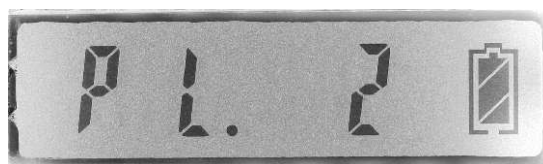

Fig 9
Esta unidad esta equipada con un circuito que ajusta el poder de salida o RF (Radio Frecuencia), tanto como sea posible, con el fin de reducir las interferencias. Cuando el receptor este muy cerca del transmisor, se debe reducir moderadamente la salida, pero cuando el receptor este lejos de el transmisor se debe incrementar el poder. Presionando la tecla CH/ON cuando este en modo de menú (Fig.9), entonces presione la tecla "Select" y escoja el nivel idóneo. Este ajuste tiene tres niveles, PL0 la salida es de 5dB, PL1 la salida es de 10dB y PL2 la salida es de 15dB, esto para el TMW-9144T, para el TMW-9144P los niveles son PL0 la salida es 3dB, PL1 la salida es de 5dB, PL3 la salida es de 12dB.
- Presione CH/ON para seleccionar el parámetro PL (Fig. 9), entonces utilice la tecla SELECT para seleccionar el nivel deseado.